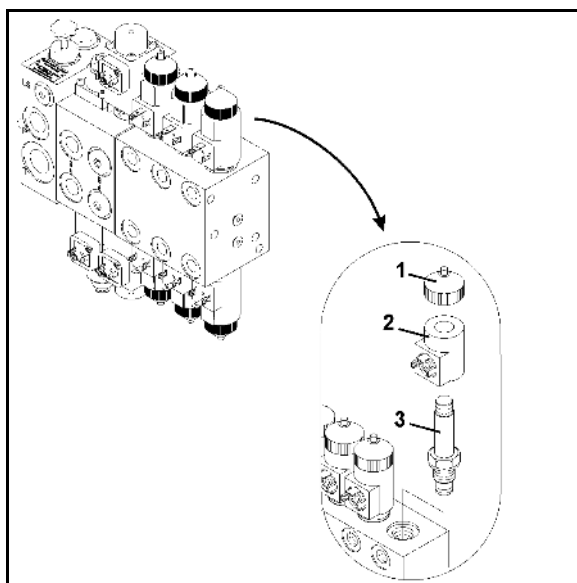

Рис. 126
1. Отверните колпачок электромагнитного клапана (Рис. 126/1)
2. Снимите катушку электромагнитного клапана (Рис. 126/2)
3. Выверните толкатель (Рис. 126/3) с седлами клапана и очистите сжатым воздухом или гидравлическим маслом.